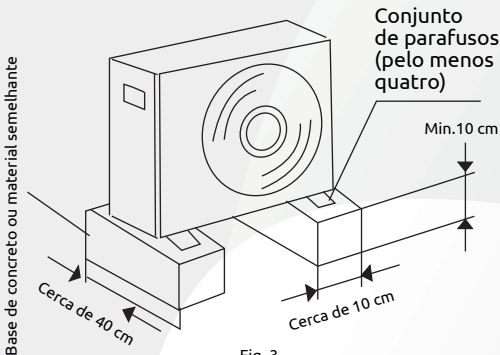

Fig. 3
- A unidade é preenchida com refrigerante, mas se o comprimento total do tubo (L) exceder 5 metros, será necessária uma carga adicional de refrigerante (R32).
- Construa uma base sólida (feita de concreto ou material similar). A unidade deve estar elevada a menos de 10 cm do solo para evitar umidade e corrosão. A instalação inadequada pode danificar o aparelho e reduzir sua vida útil, conforme ilustrado na Fig. 3.